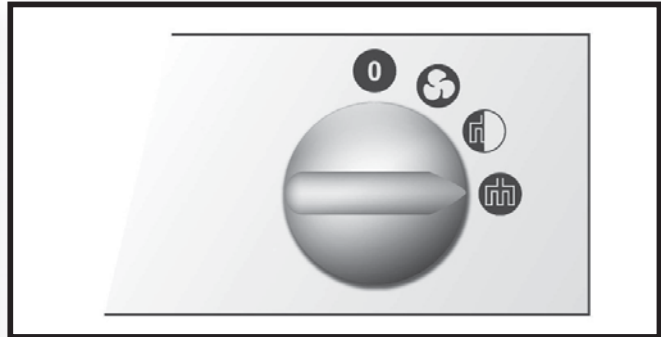

Fig. 7
► Ngrohje e shkallës së dytë – fig. 7